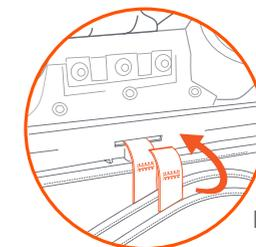

Fig. 6b
(2) Voltee la bandeja con las ranuras hacia el asiento y la cubierta (Fig. 6b).
NOTA: Primero enhebra la correa de la cubierta central a través de la ranura. En segundo lugar, inserte la correa del asiento central a través de la ranura (Fig. 6b).